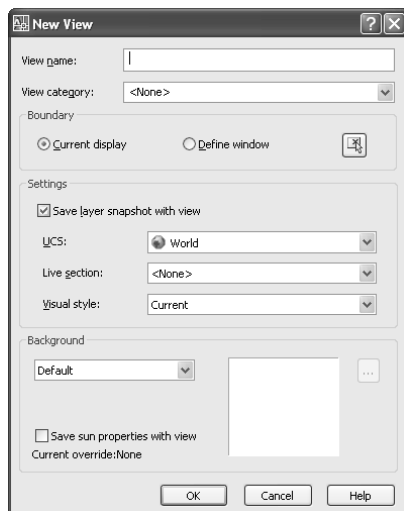

Рис. 3.9. Диалоговое окно **New View**
Для сохранения нового именованного вида используется диалоговое окно **New View** (Создать вид), показанное на рис. 3.9.
3. В строке **View name** (Имя вида) открывшегося диалогового окна **New View** (см. рис. 3.9) введите имя нового вида, например Разрез А-А.